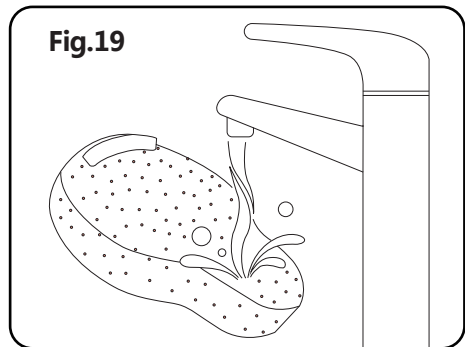

Fig.19
- (6) Zoals in fig.19, Was de HEPA.
- (7) Was het HEPA filter, het HEPA onderdeel, de uitlaat spons en de stofbak zonder schoonmaakmiddel en droog ze.
- (8) Bevestig het HEPA filter op de kap en zorg ervoor dat er drie stevige kubussen in de groeven van de stofbak kap zitten.
- (9) Draai de HEPA onderdeel in de richting van de markering op de opvangbakafdekking.
- (10) Monteer de stofbakafdekking en de opvangbak volgens de markering aan de buitenkant.
(6) Comme indiqué sur la fig.19, retirez le filtre HEPA et lavez-le.